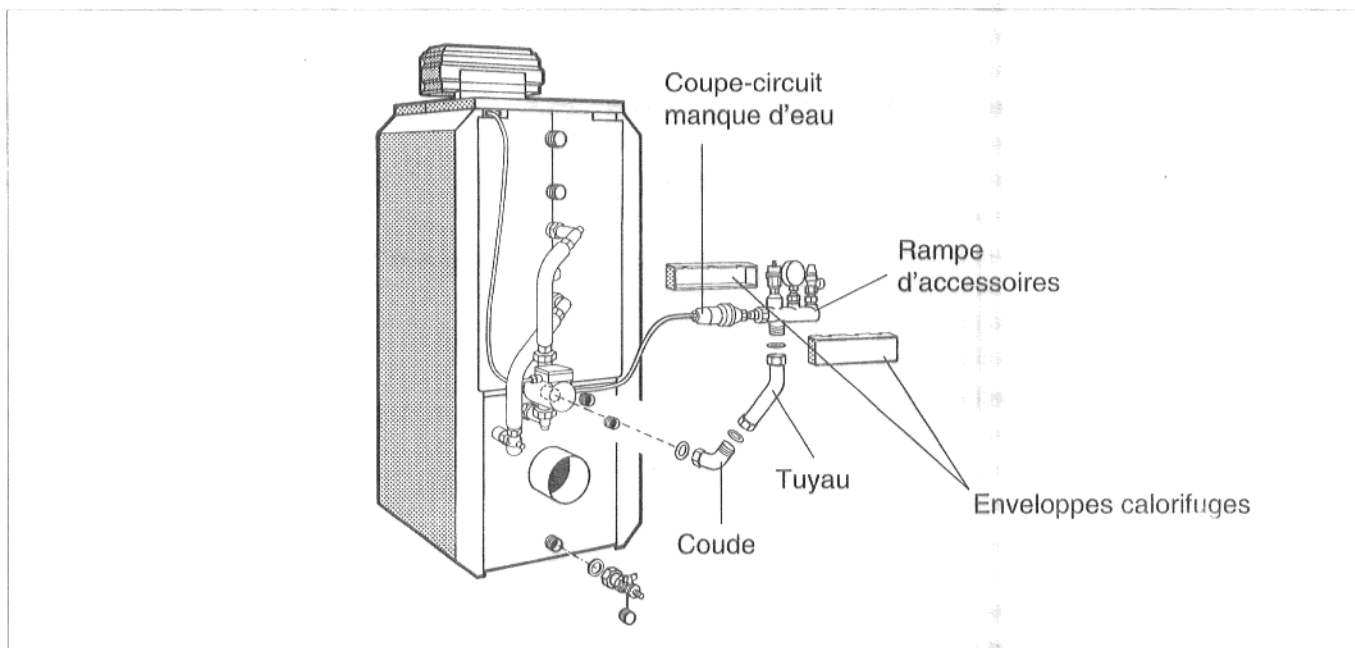

Fig. 3 Set de sécurité chaudière KSS pour chaudière S115 T, montage à gauche
1. Vers le haut, côté gauche de la chaudière (fig. 3). Dans ce cas, la tuyauterie de raccordement chaudière-préparateur doit être montée à droite.